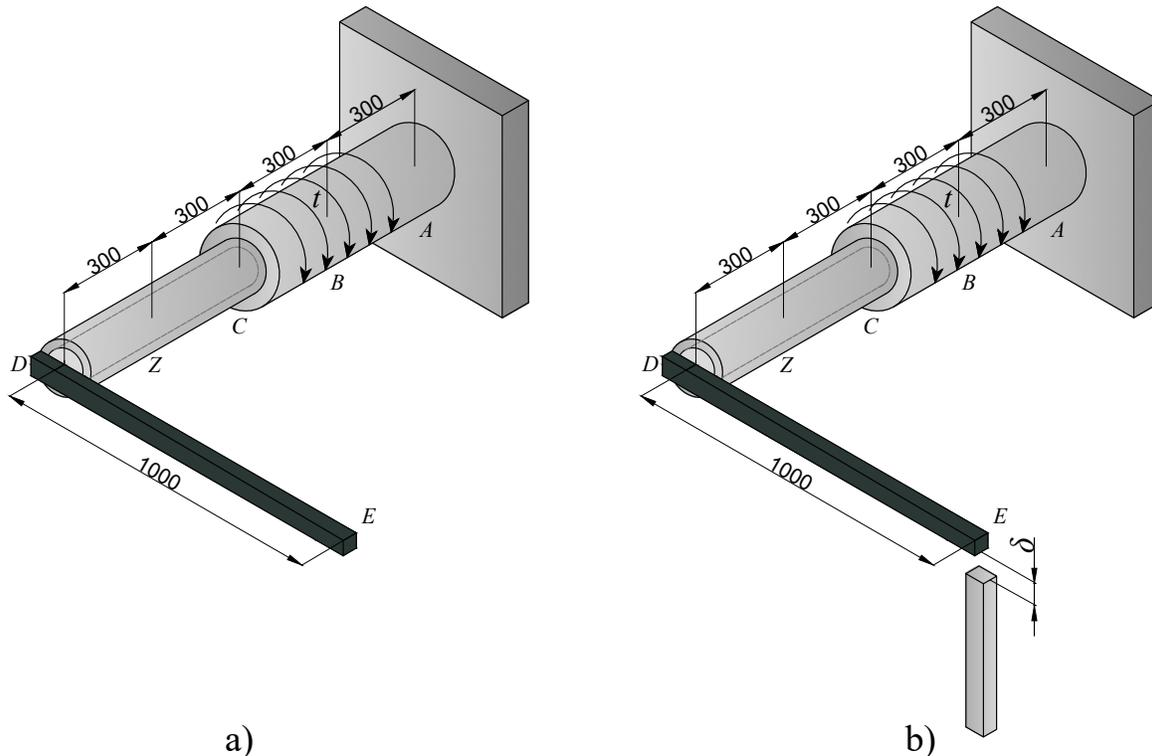

Figura 1: Eje
**Problema 1.– (2.5 Pts.)** La figura 1 muestra un eje macizo AC empotrado en A de 120 mm de diámetro, unido a un eje tubular CD de 80 mm de diámetro exterior y un espesor de 10 mm, ambos fabricados en aluminio ( $E = 70[GPa]$ ,  $\nu=0,27$ ). Sobre la sección maciza se aplica un momento uniformemente distribuido  $t = 120kNmm/mm$  que comienza a una distancia de 300mm desde la empotradura hasta el punto C, tal como se muestra en la figura 1 (a). En uno de los extremos del eje tubular se adhiere una barra perfectamente rígida. En función de lo anterior se pide:
2. Una vez aplicado el momento torsor, se detecta que el punto E desciende más de lo deseado, por lo que se coloca un soporte vertical deformable de aluminio (largo de 50cm y área transversal de 36cm2) que dificulta su desplazamiento a partir de una distancia  $\delta = 10mm$  de este (figura 1 (b)). Despreciando los efectos de la flexión elástica, determine la fuerza de contacto entre el soporte y el elemento rígido, y el diagrama de momento torsor para la nueva configuración. Calcule además el esfuerzo de corte en la empotradura y en el punto Z. **1.2 Pts.** Resp:  $F_{cont} = 2099.23N$ ,  $\tau_A = 100MPa$ ,  $\tau_Z = 30.5MPa$